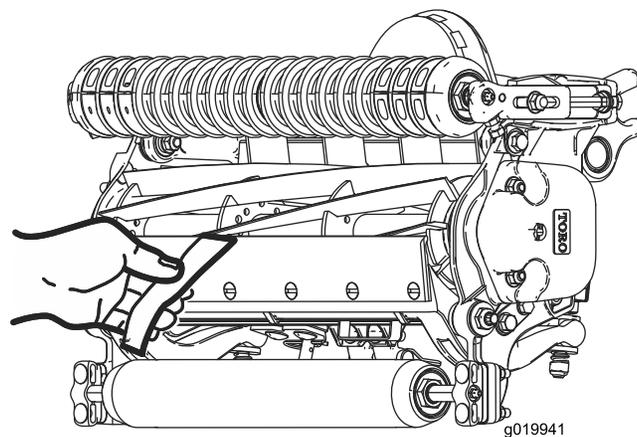

Figura 10
10. Verificate le prestazioni di taglio inserendo una lunga striscia di carta di verifica del taglio (n. cat. Toro 125-5610) tra il cilindro e la controlama, perpendicolarmente alla controlama (Figura 10).